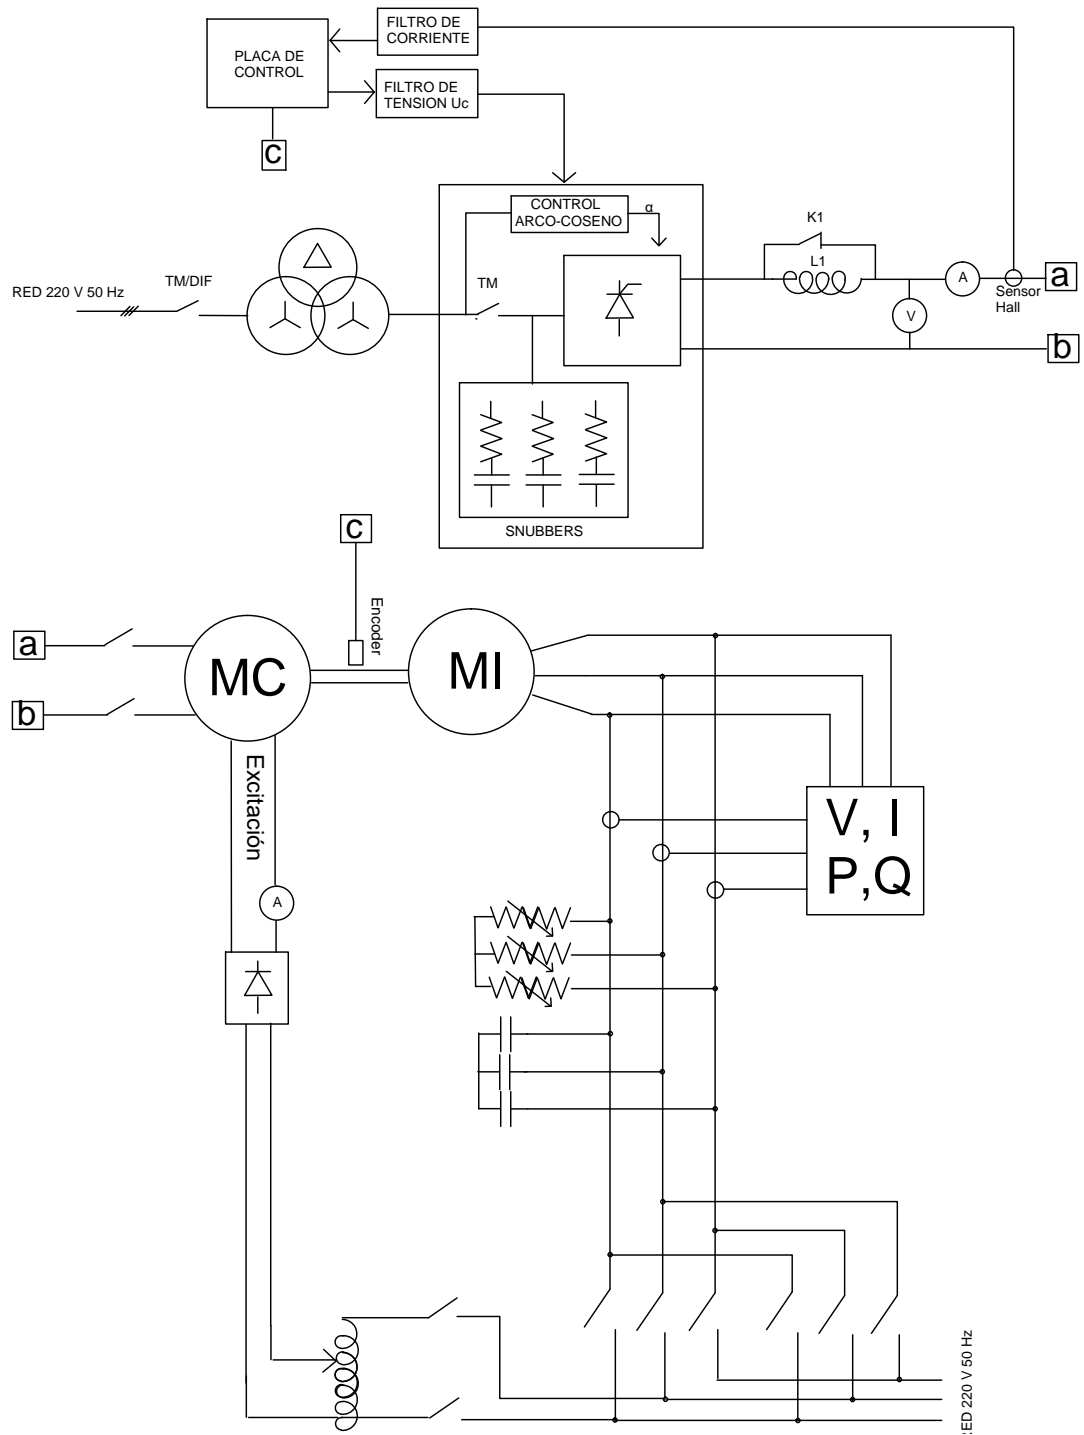

Figura 1: Montaje de la práctica.
El esquema de la Figura 1 muestra el circuito y componentes a utilizar durante la práctica. Como se puede ver, el puente de tiristores se alimenta de la red mediante un transformador de potencia de forma que queda aislado galvánicamente de esta.
1. Montar el circuito según el esquema de conexionado de la figura 1 y cortocircuitar L_1 .